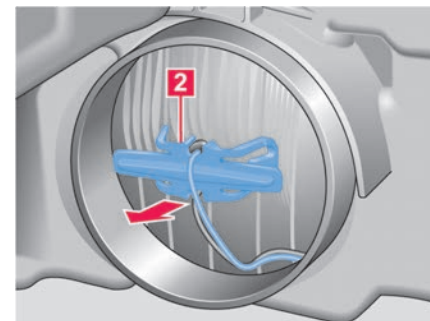

Abb. 163 Im Frontscheinwerfer: Lampenhalter für Blinklicht.
1. Lampenhalter mit der Glühlampe nach hinten herausziehen → **Abb. 163 2**.